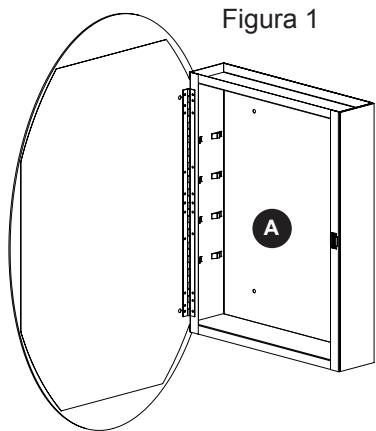
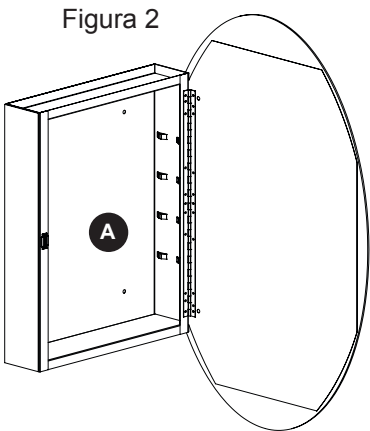

Figura 1
Figura 2
- Esto significa que puede colgar el gabinete con la bisagra del lado izquierdo (Figura 1) o puede voltear todo el gabinete “al revés” y colgarlo con la bisagra del lado derecho (Figura 2).